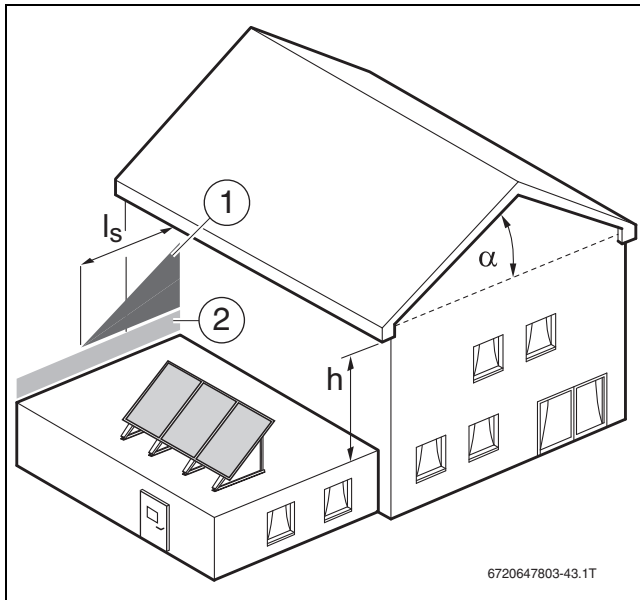

Рис. 12 Монтаж под уступом
- Учитывайте уступы крыши (→ рис. 12).
Учитывайте уступы крыши, так как снег, сползающий с крыш с наклоном $\alpha > 15^\circ$, создаёт дополнительную нагрузку. Длина сползшего снега зависит от высоты крыши (\rightarrow рис. 12): $l_s = 2 \times h$